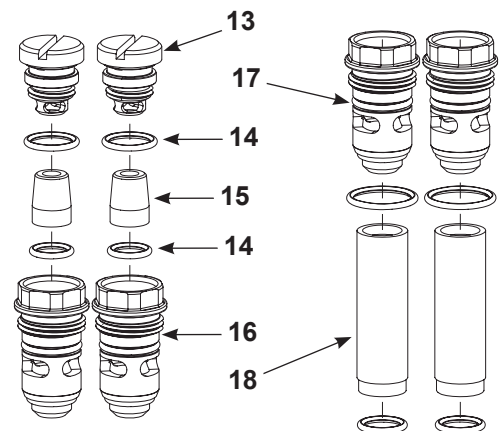

Figura 24 Asamblați fittingurile la tubulatura de fluidizare
4. Vezi figura 24. Asamblați supapele de verificare (13), inelele O (12), bușoanele de acces (14) și capacele de fixare (10) înainte de a înlocui tubulatura de fluidizare (16). Apoi, după finalizare, asamblați bușoanele de acces complete (17) și inelele O suplimentare pe tubulatura de fluidizare (18).